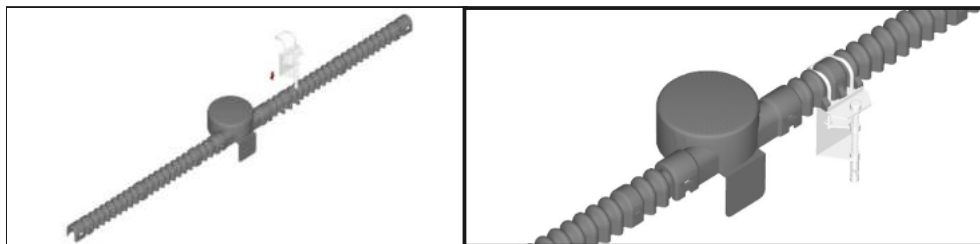

Рис. 15.
7.2.5. В случае монтажа устройств оперативной штангой, необходимо присоединить рабочую часть штанги «захват» к устройству в специально предназначенном для этого месте на гофр-рукаве вблизи капота. (Рис. 15).